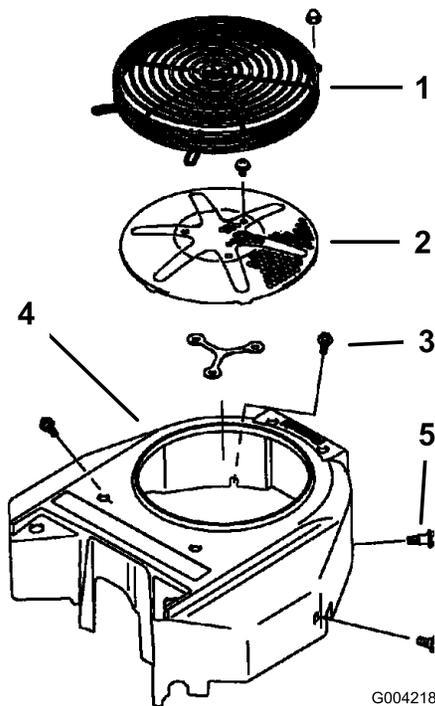

Figura 87
3. Monte o filtro de entrada de ar, o arrancador manual com cordão e caixa da ventoinha (Figura 87).
5. Monte o filtro de entrada de ar, o arrancador manual com cordão e caixa da ventoinha (Figura 87).